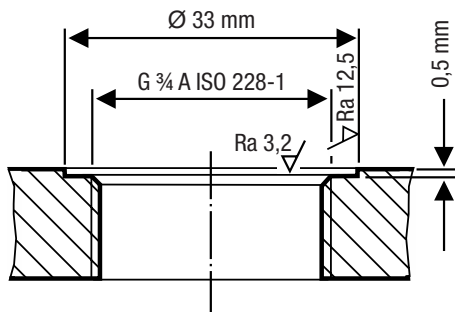

Fig. 10
- Preste atención al mecanizado técnico correcto de las superficies de estanqueidad de la tubuladura roscada del depósito o de la tapa de la brida correspondientes, véase Fig. 10.
Las superficies de estanqueidad deben estar correctamente rectificadas conforme a Fig. 10.